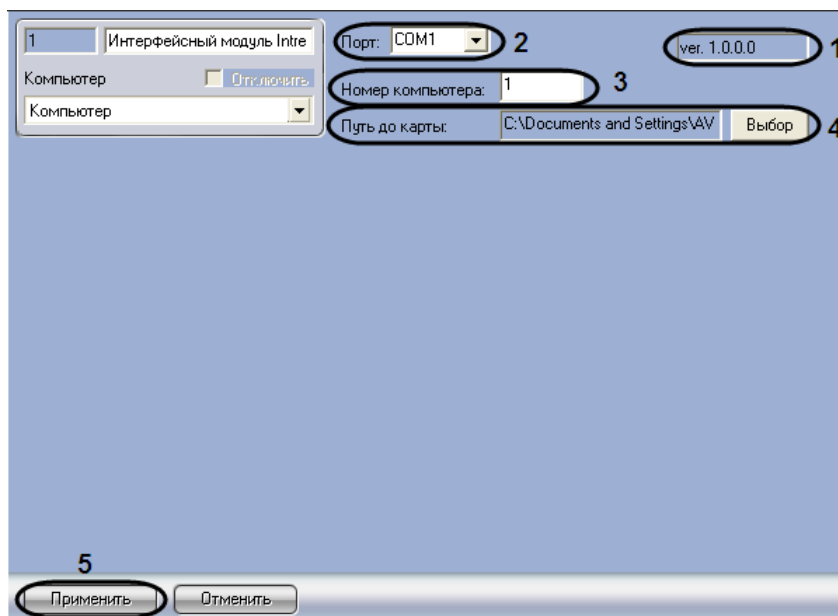

Рис. 2.2-2. Задание параметров модуля Intrepid
1. Перейти на панель настройки объекта **Интерфейсный модуль Intrepid** (Рис. 2.2-2)
2. В поле 1 (см. Рис. 2.2-2) отображается версия программного модуля *Intrepid*.
3. Из раскрывающегося списка **Порт** выбрать COM-порт Сервера *Интеллект*, используемый для подключения к системе *Intrepid Micropoint* через выбранный процессорный модуль (см. Рис. 2.2-2, 2).
4. В поле **Номер компьютера** ввести адрес компьютера, заданный при настройке системы *Intrepid Micropoint* в программе «Site Manager» (параметр **PC Address**) (см. Рис. 2.2-2, 3).
5. Выбрать файл карты, соответствующей текущей конфигурации подключенного оборудования *Intrepid Micropoint*. Для этого нажать кнопку **Выбор**, в появившемся стандартном диалоговом окне открытия файла ОС Windows выбрать требуемый файл (см. Рис. 2.2-2, 4).
6. В результате выполнения операции в поле **Путь до карты** отобразиться полный путь до файла карты объекта (см. Рис. 2.2-2, 4).
7. Для сохранения внесенных изменений нажать кнопку **Применить** (см. Рис. 2.2-2, 5).